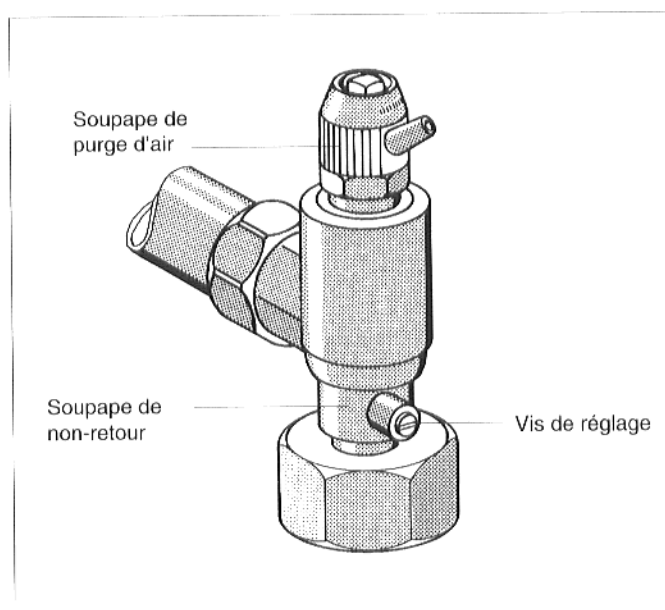

Fig. 10 : soupape de non-retour avec soupape de purge d'air
- Mettre la fente de la vis de réglage de la soupape de non-retour en position verticale (toujours ouvert) (fig. 10).
- Ouvrir la soupape de purge d'air (fig. 10).
- Remplir lentement la chaudière par le robinet de remplissage et de vidange (fig. 10).